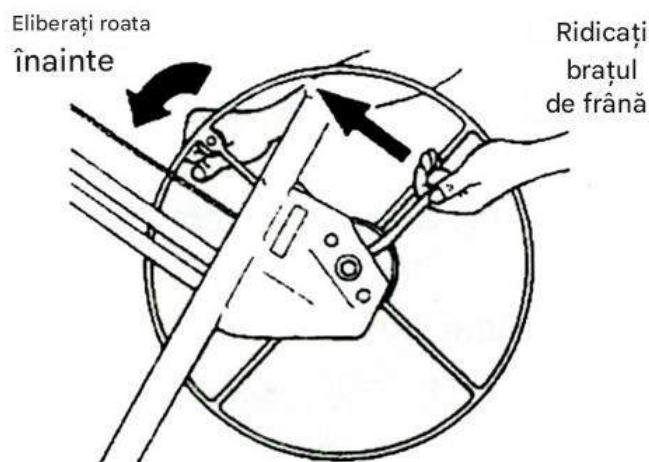

Figura 2
- a. Țineți tamburul și brațul frânei așa cum este arătat în figura 2. Rotiți ușor tamburul înainte în timp ce ridicați tija frânei pentru a o elibera.